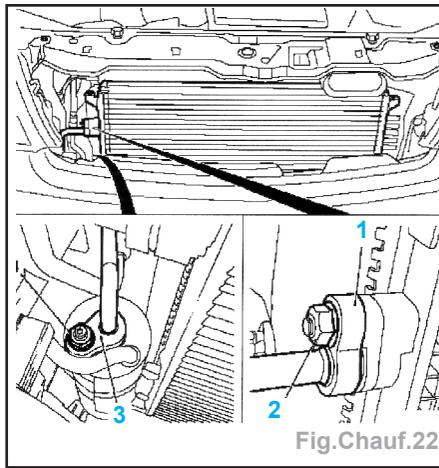

Fig. Chauff.22
- Déposer (Fig. Chauff.22) :
- la conduite de réfrigérant (1).
- dévisser l'ensemble vissé de réservoir à cartouche dessiccante (3).